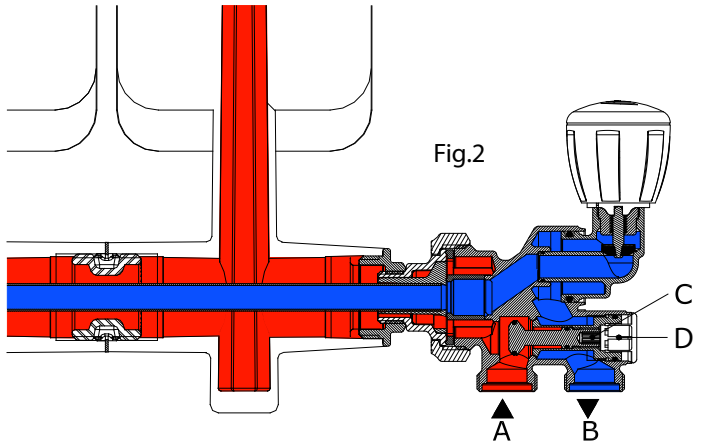

Fig.2
- 2- Ввинтите патрубков (рис. 2) на радиаторное соединение.